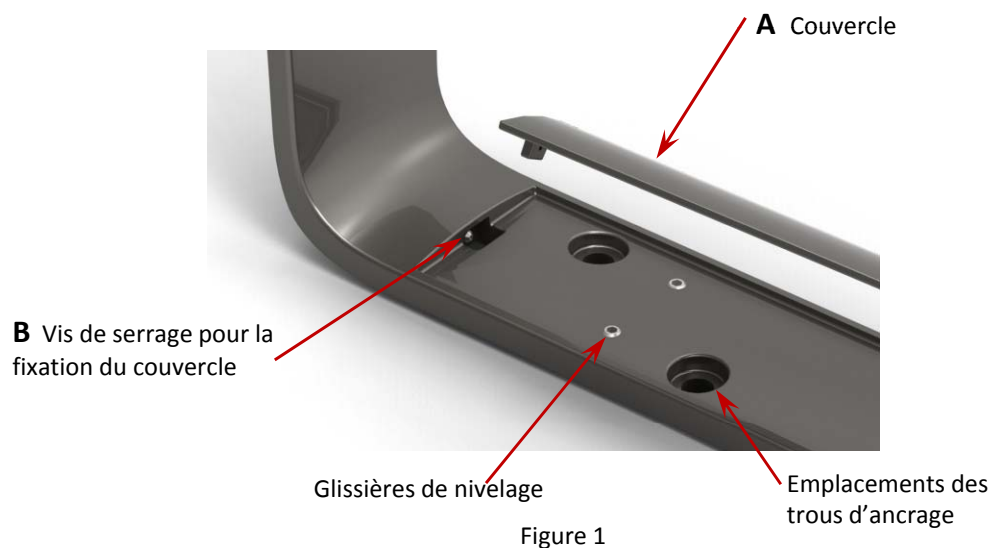

Figure 2. Onglet d'extrémité du couvercle, inséré dans l'extrémité opposée à la vis de serrage
7. Installer le couvercle (A) en insérant l'onglet d'extrémité dans la base en fonte à l'extrémité opposée de l'emplacement de la vis de serrage (voir Figure 2).